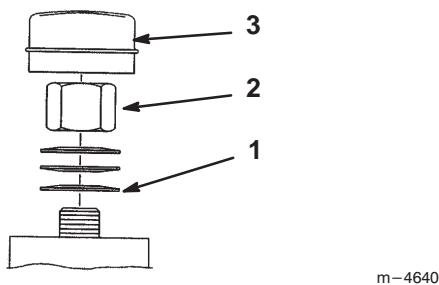

Figura 44
**Importante: Accertatevi che le rondelle elastiche siano installate correttamente come illustrato in Figura 44.**